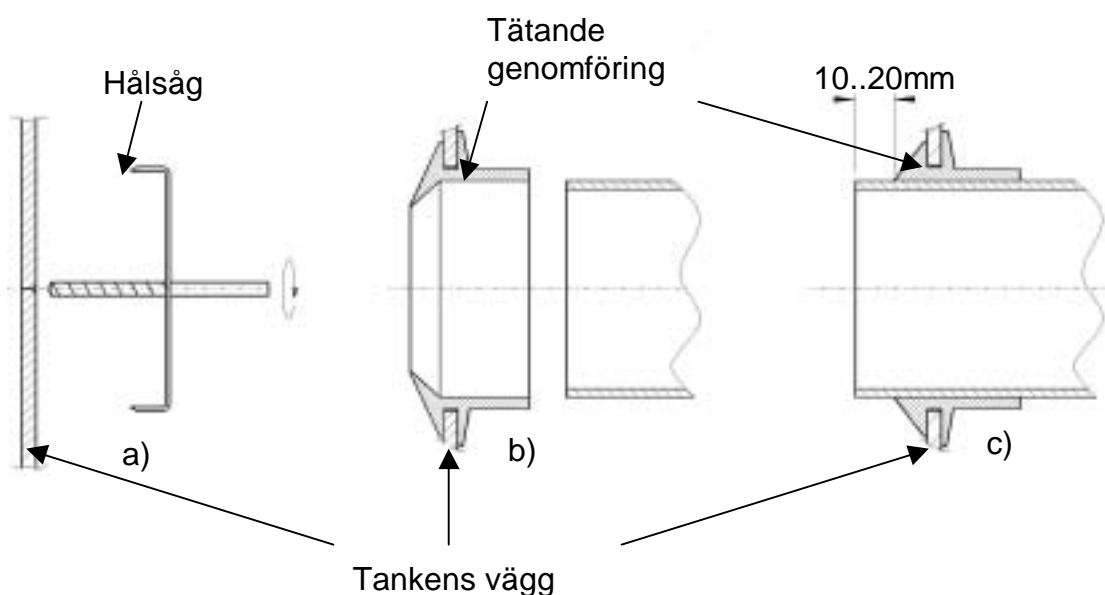

Bild 8
• Montering av en inloppsanslutning (bild 8):